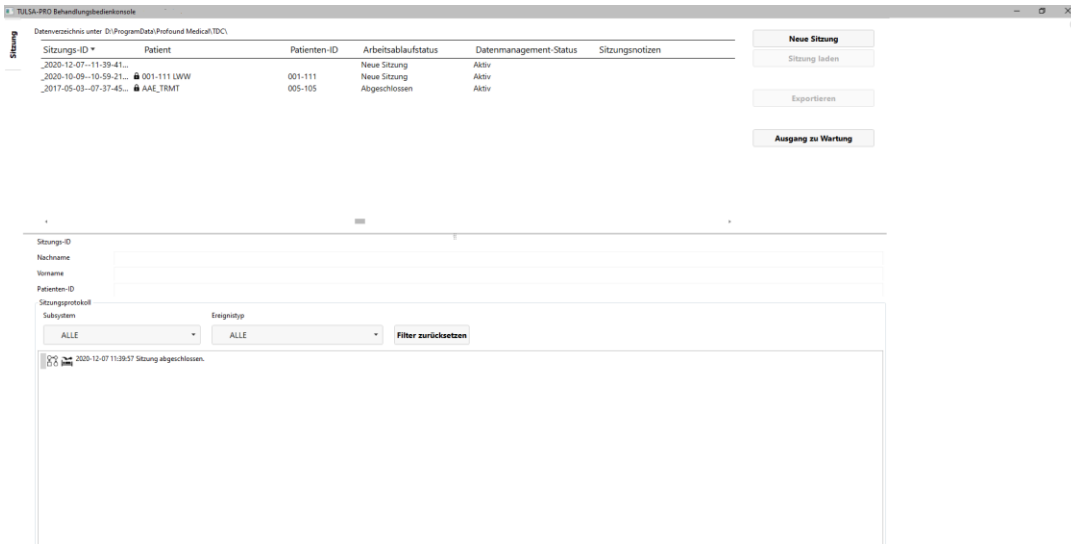

Abbildung 23: Arbeitsbereich „Sitzungsdatenverwaltung“ im TDC-Hauptmenü
1. Starten Sie die TDC-Software vom Desktop aus. Der Arbeitsbereich *Sitzungsdatenverwaltung* wird angezeigt. Klicken Sie auf **Neue Sitzung** (Abbildung 23).